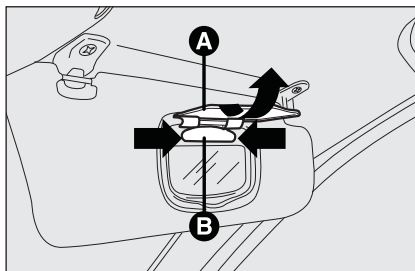

fig. 45
- ☐ ouvrir la couverture **A-fig. 45** du miroir;